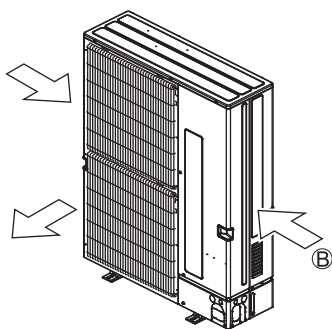

Fig. 2-17
- ② Placer l'appareil de sorte que la sortie d'air souffle dans la direction perpendiculaire à celle des vents saisonniers, si celle-ci est connue. (Fig. 2-17)